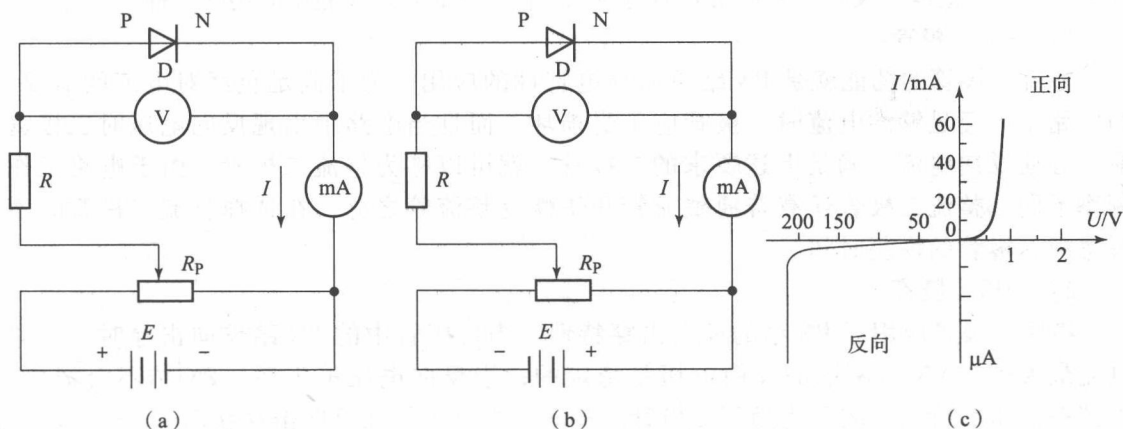

图 1-5 二极管伏安特性
二极管伏安特性如图 1-5 所示。
由以上可知二极管具有单向导电特性，研究二极管伏安特性就是观察当二极管两端加上电压时，流过二极管电流的情况。如图 1-5 (a)、(b) 所示是研究二极管伏安特性的电路。图中 R_p 是电位器，改变 R_p 就可以改变二极管两端电压， R 是限流电阻，起到保护二极管的作用。二极管的伏安特性包括两个方面，一是正向特性，二是反向特性。
(1) 正向特性。调节如图 1-5 (a) 所示电路中的 R_p ，当二极管两端正向电压低于 0.5 V 时，二极管几乎不导通，电流为零，电压从 0.5 V 逐渐增大，电流也随之增大，当电压达到 0.7 V 时电流增加速度明显加快。继续调节 R_p ，二极管两端电压基本不再变化，但电流却迅速增大。经过定量测量得出正向伏安特性曲线。
(2) 反向特性。给二极管加反向电压，调节如图 1-5 (b) 所示电路中的 R_p ，使反向电压从零逐渐增大，开始时流过二极管的电流几乎为零，当反向电压增大到某一值时（如图 1-5 (c) 所示，设为 215 V），流过二极管的反向电流迅速增大，此时二极管处于反向击穿状态。经定量测量得出反向伏安特性曲线。